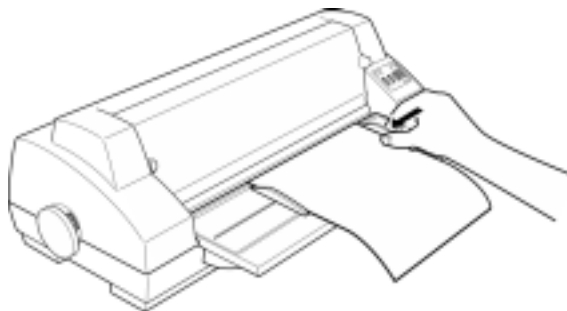

图 3-13 调整右导纸板
8. 移动托纸板的右导纸板，置于纸张右边缘，如图 3-13 所示。